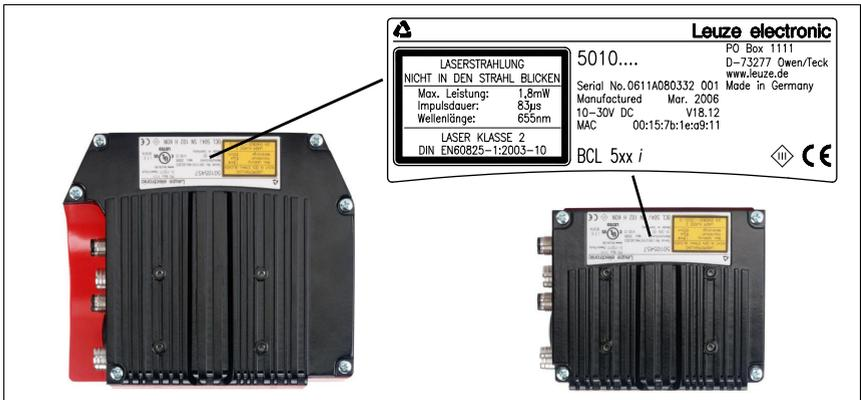

Figura 6.1: Placa de características del equipo BCL 508i
- Escáner con espejo orientable y espejo de desvío **perpendicular** a la **parte inferior de la carcasa**. Las partes inferiores de la carcasa son en cada caso las superficies negras de la figura 6.1. Se obtendrán los mejores resultados en la lectura cuando: